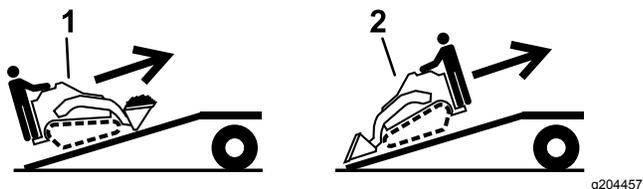

図 28
5. 積み込みは、機体の前後のうち重い方を山側登り側にして行う 図 28。
1. ランプ板を下ろす 図 28。